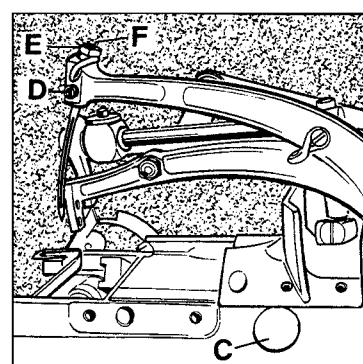

Fig.7
If adjustment is required remove plug (C, Fig. 7). Set screw for looper shaft is accessible through this hole. Loosen the screw and move the looper shaft to the right or to the left to obtain the 4 mm (5/32") respectively the 3.6 mm (9/64") distance. The looper point should pass as close as possible to the back of the needle without contacting it. Clearance 0.08 to 0.13 mm (0.003 to 0.005 in.).
If adjustment is necessary, loosen set screw (D, Fig. 7) and remove needle, then loosen lock nut (E) and regulate the height adjustment screw (A). Now reset stop screw (B) in feed dog to maintain the adjusted feed dog height.
Ist eine Einstellung notwendig, entfernen Sie den Verschlussstopfen (C, Fig. 7). Durch diese Bohrung ist die Befestigungsschraube für die Greiferwelle zugänglich. Lösen Sie die Schraube und schieben Sie die Greiferwelle nach rechts oder links, bis der Abstand 4 bzw. 3,6 mm erreicht ist. Die Greiferspitze soll so dicht wie möglich hinter der Nadel vorbei gehen, ohne diese zu berühren (0,08 - 0,13 mm Abstand). Ziehen Sie die Schraube wieder an und montieren Sie den Verschlussstopfen.
Ist eine Einstellung notwendig, lösen Sie die Befestigungsschraube (D, Fig. 7) und entfernen Sie die Nadel; dann lösen Sie die Mutter (E) und regulieren die Höhen-Einstellschraube (A) entsprechend auf die richtige Nadelhöhe. Ziehen Sie die Mutter (E) wieder an, damit diese Einstellung erhalten bleibt.